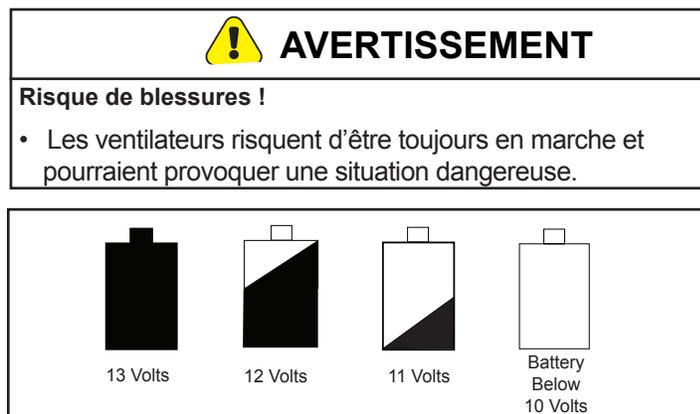

Figure 24.1
- L'icône de batterie apparaît sur le thermostat mural pour vous informer que le foyer fonctionne sur batterie (**Figure 24.1**).